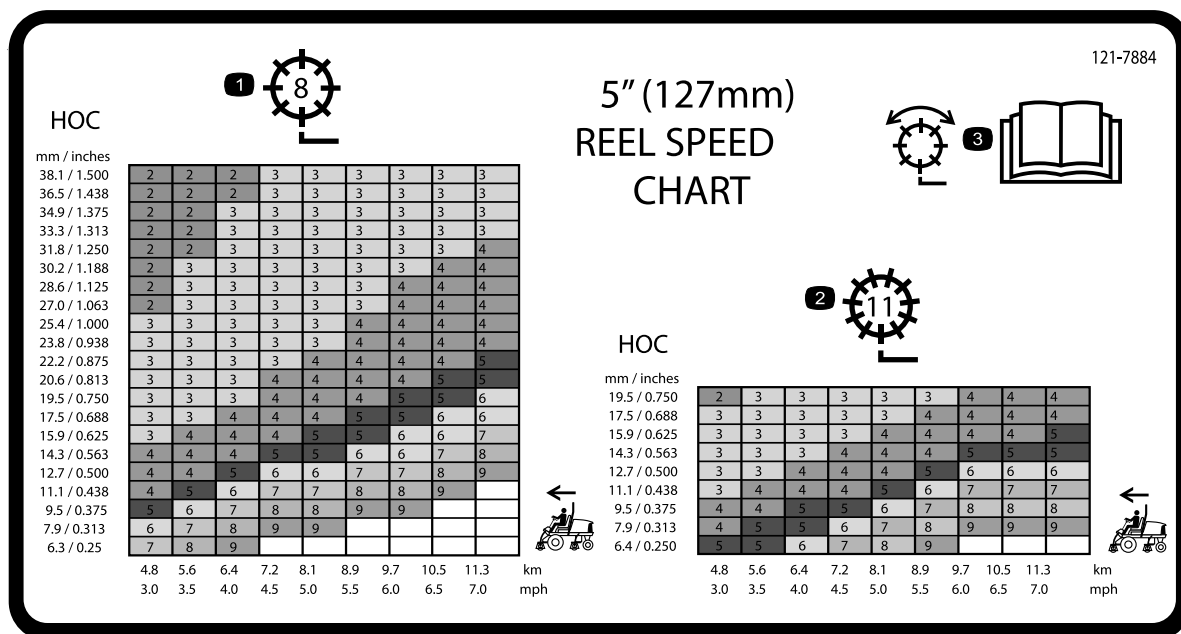

Figura 31
3. Consultate il grafico della velocità del cilindro sull'adesivo (Figura 31) per stabilire la velocità del cilindro esatta.